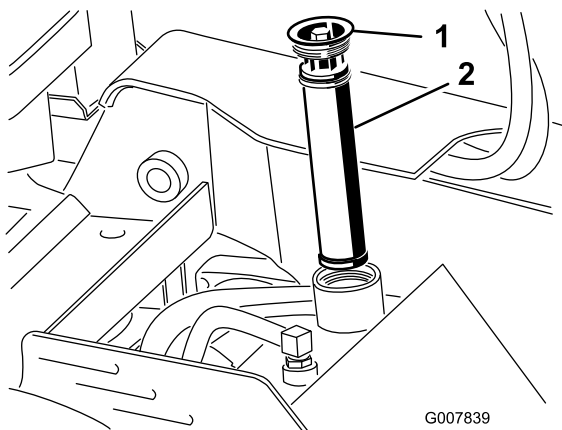

Figura 58
4. Retire y deseche el filtro usado (Figura 58).
5. Instale el filtro hidráulico nuevo y el tapón de llenado (Figura 58) y apriete el perno superior a 13 – 15.5 N·m (110 – 140 pulgadas-libra).
5. Retire el tapón de llenado del depósito hidráulico y el filtro (Figura 58).
10. Instale el filtro hidráulico y el tapón de llenado (Figura 58) y apriete el perno superior a 13 – 15.5 N·m (110 – 140 pulgadas-libra).